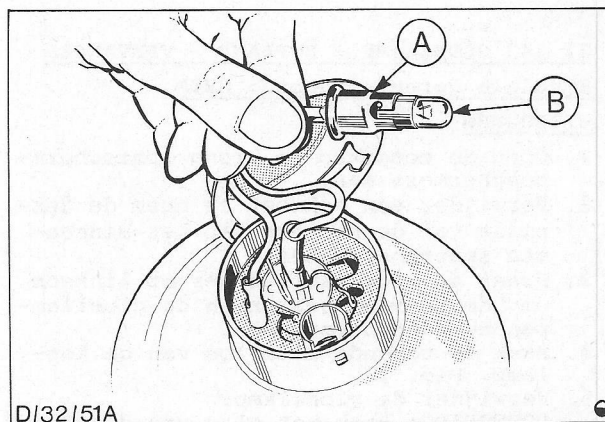

Fig. 15. Gloeilamp van stadslicht
4. Trek de gloeilamp en houder uit de lamp. Fig. 15.